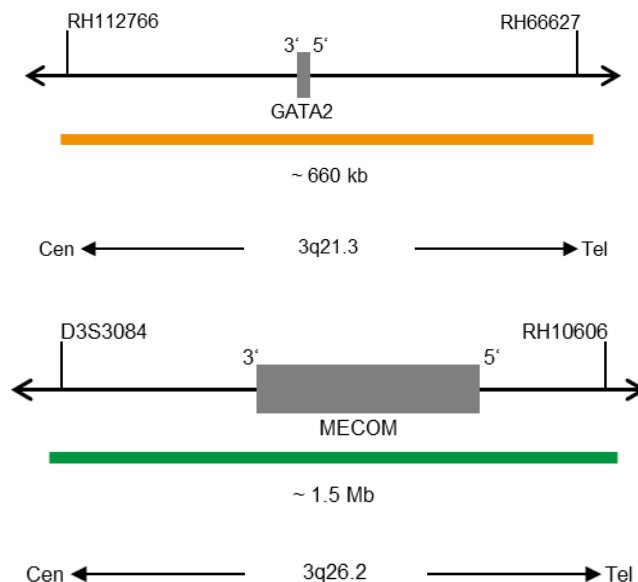

Fig. 1 Cima: SPEC GATA2 Mapa da sonda; Baixo: SPEC MECOM Mapa da sonda (sem escala)
- Polinucleótidos (~6 ng/ μ l) com marcação ZyOrange (excitação 547 nm/emissão 572 nm), dirigidos ao mapeamento de sequências alvo em 3q21.3* (chr3:127,902,316-128,564,215) contendo o gene GATA2 (ver Fig. 1).
- Polinucleótidos (~12 ng/ μ l) com marcação ZyGreen (excitação 503 nm/emissão 528 nm), dirigidos ao mapeamento de sequências alvo em 3q26.2* (chr3:168,249,484-169,743,447) contendo o gene MECOM (ver Fig. 1).